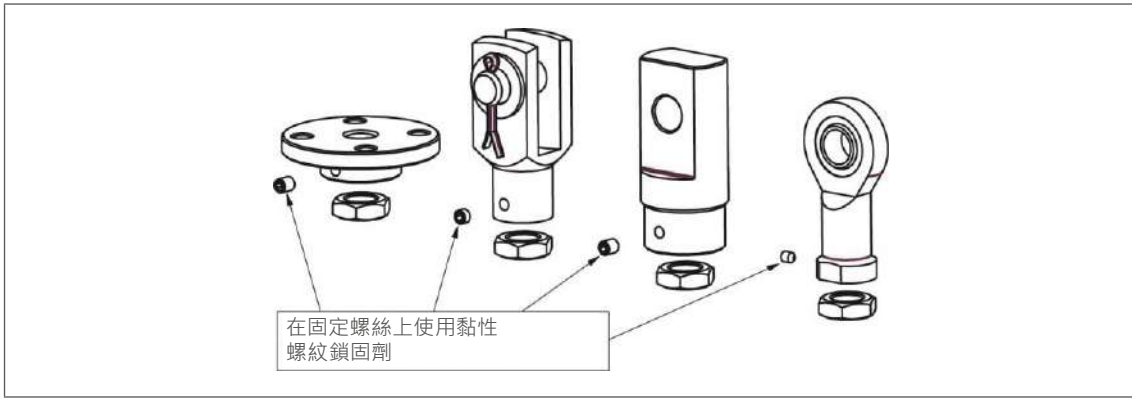

图 7: 调整位置后, 安装各配件如固定法兰、叉端、枢轴支承端、杆端等零件。
3. 使用垫圈 (例如 DIN 1441 标准) 将 ZA 系列 50 和 100 尺寸的螺钉安装到深孔中。装上主轴头 (见图 7)，用螺纹锁固剂 (如 Loctite) 固定安全螺丝，装上锁紧螺母 (最大尺寸 100)。